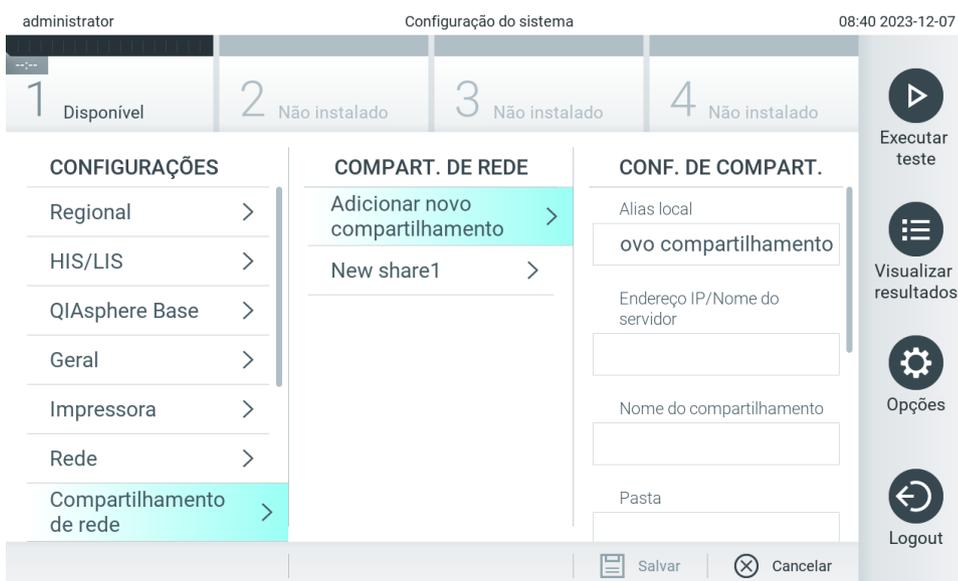

Figura 68. Adicionando um compartilhamento de rede.
6. Pressione o botão Add new share (Adicionar novo compartilhamento) (Figura 68).